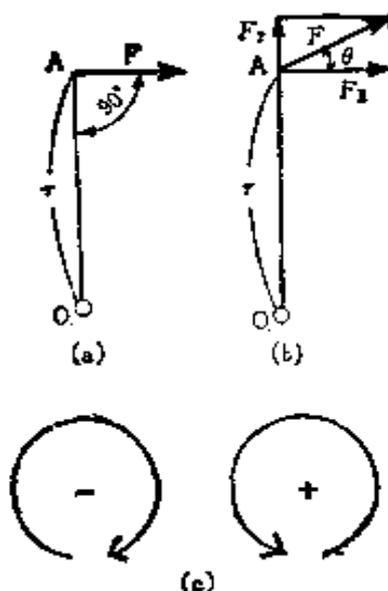

图1.5 (a) 力矩
(1) 力与力臂相垂直作用时〔图1.5(a)〕
(2) 力与力臂不相垂直作用时〔图1.5(b)〕
(4) 力矩的正负〔图1.5(c)〕
【例题】如图1.5(a)所示， $r = 400 \text{ mm}$ ， $F = 15 \text{ kgf}$ ，试求力  $F$  对  $O$  点的力矩。